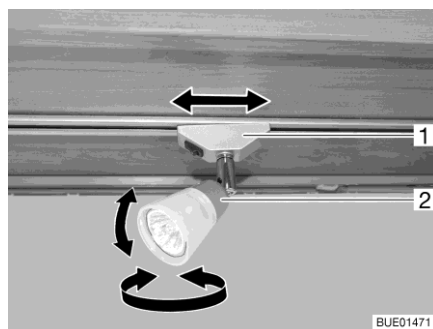

Fig. 27 Faretto
*Come orientare il faretto:* ■ Orientare l'involucro (Fig. 27,2) del faretto nella posizione desiderata. L'involucro può essere orientato nelle posizioni seguenti:
*Come posizionare il faretto:* ■ Ruotare il supporto (Fig. 27,1) di ca. 45°.
*Come smontare il faretto:* ■ Ruotare il supporto (Fig. 27,1) di 90°.